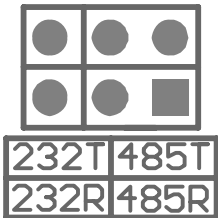

图 2.6 RS-232 与 RS-485 选择跳线
- RS-232 和 RS-485 通讯的切换跳线（ZNE-100TL 模块不能使用评估板上的 RS-485 接口），跳线外形如图 2.6 所示。